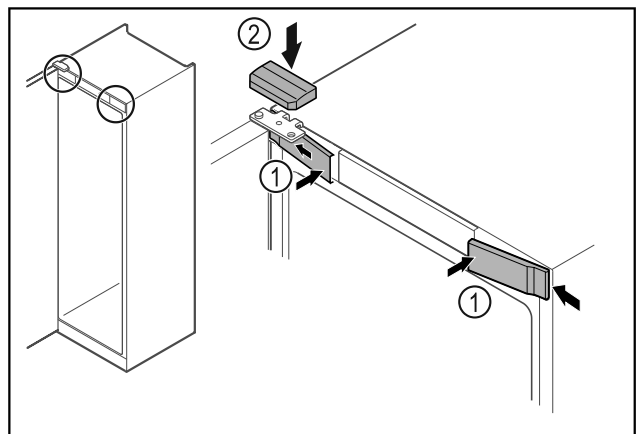

Fig. 49 *
- Obesite sprednje pokrove Fig. 49 (1) na stran in jih zaskočite.*
- Zgornji pokrov Fig. 49 (2) namestite z zgornje strani.*